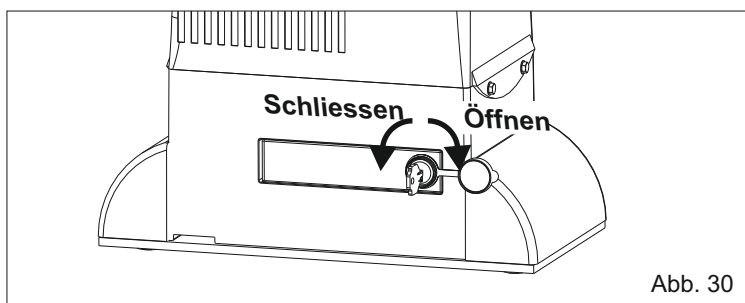

Abb. 30
**14.1. Zum Entriegeln wie folgt vorgehen:**-Die Schutzklappe des Schlosses öffnen, den Schlüssel einführen und um 90° im Uhrzeigersinn drehen (Abb.30).